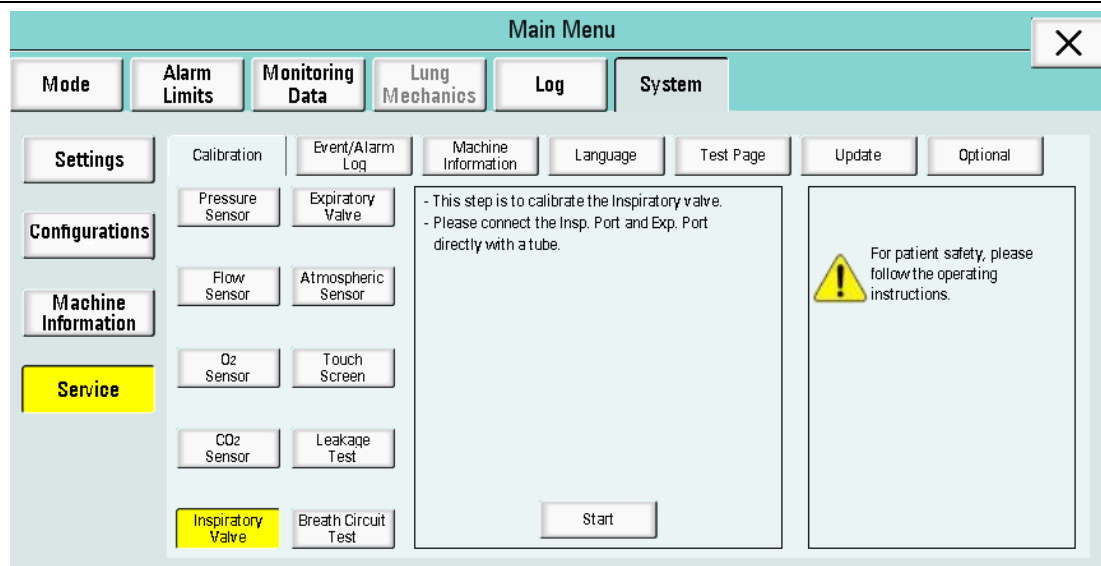

Figura 6-64
(5) Calibração da válvula inspiratória: Clique em "Válvula inspiratória" para entrar na interface. Uma mensagem é exibida: "Nesta etapa, é feita a calibração da válvula inspiratória. Conecte as portas Insp. e Exp. diretamente a um tubo", como mostra a Figura 6-64.